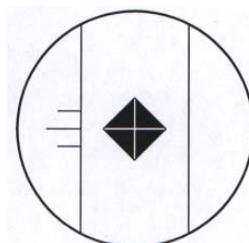

Abbildung 6-15 Richtiges Bild
5. Schauen Sie sich das Bild durch das 40x-Objektiv an. Eine der Diagonalen sollte jetzt Horizontal dargestellt werden. (Siehe Abbildung 6-15).